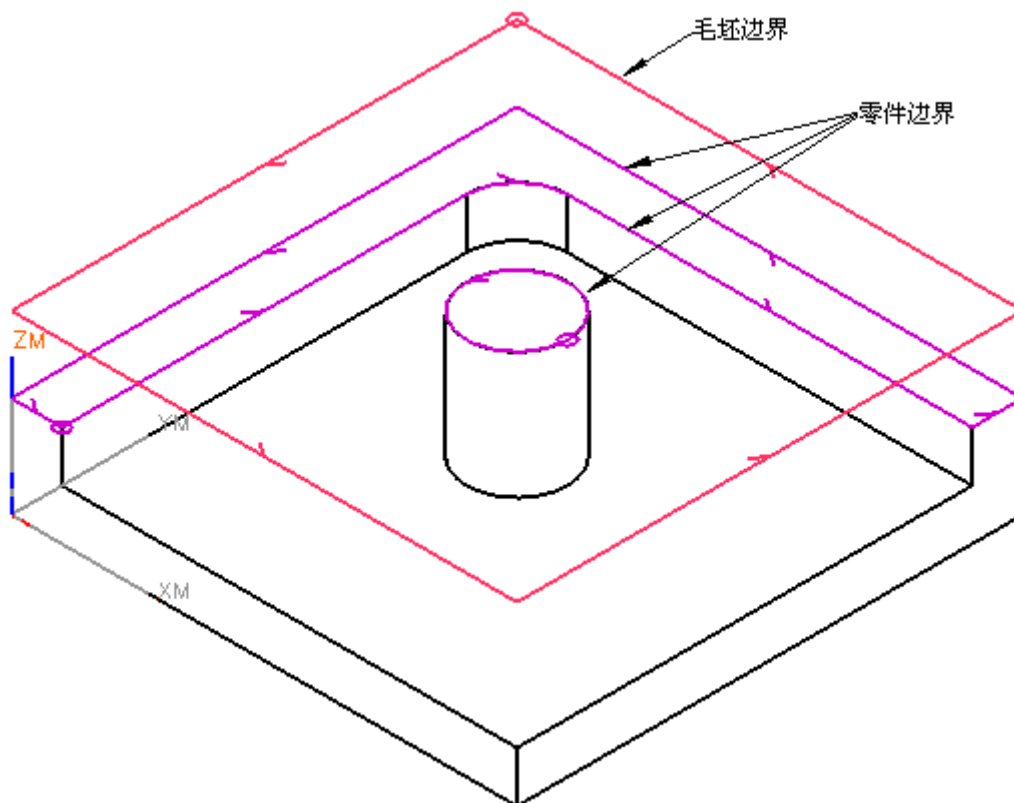

图 8-2
- 平面铣用边界定义切削范围，图 8-2 是已创建的边界示意图。